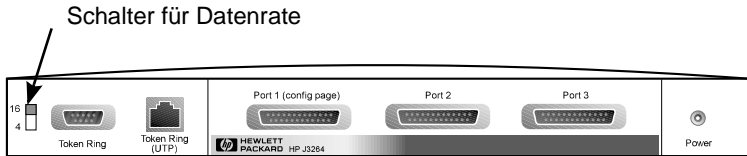

Abbildung 3-1 Einstellung des Token Ring-Schalters für die Datenrate auf 16 Mbps am HP J3264
- Stellen Sie bei einem Token Ring-Druckserver (J3264) den Schalter für die Datenrate auf die angemessene Geschwindigkeit (4 Mbps oder 16 Mbps) ein (Abbildung 3-1). Schieben Sie den Schalter mit einem Stift oder ähnlichen Gegenstand bei 16 Mbps nach oben oder bei 4 Mbps nach unten.